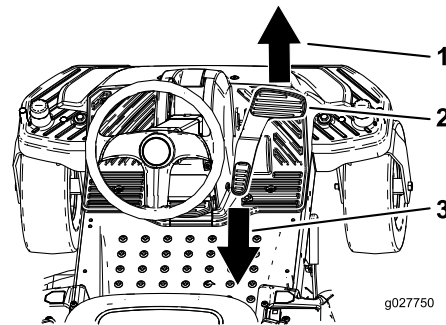

Bild 13
3. Stellen Sie den Fuß auf das Fahrtriebspedal und treten langsam oben auf das Pedal, um vorwärts zu fahren, oder unten auf das Pedal, um rückwärts zu fahren (Bild 13).